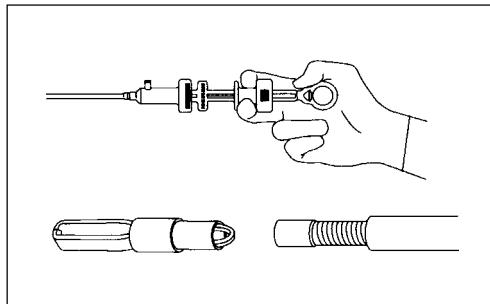

Рис. 3.20.
5. Возьмите клипс пальцами и лёгким движением извлеките его из отверстия на дистальном конце спиральной (проволочной) оболочки (см. рис. 3.20).